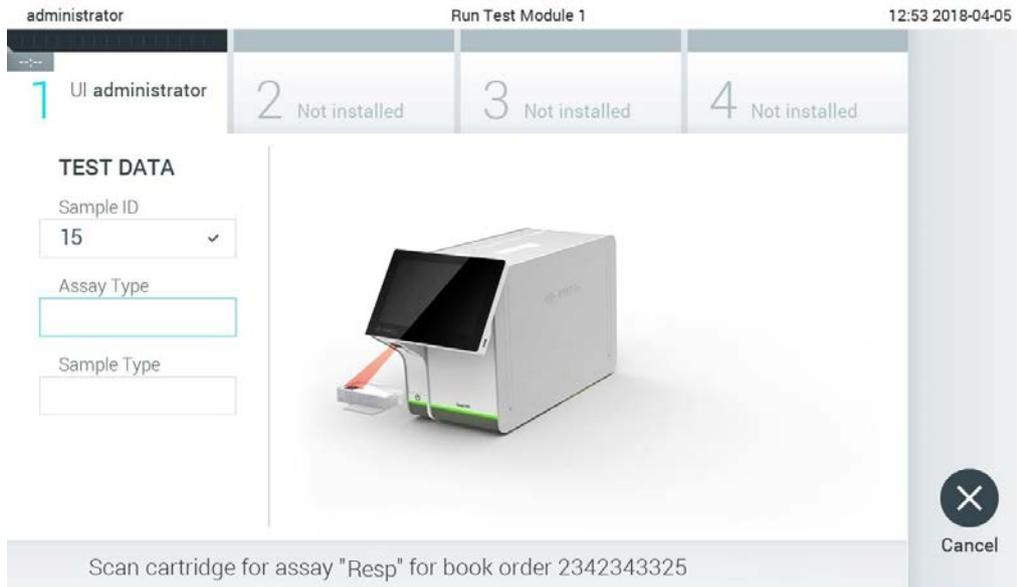

Figura 77. Scansione del codice a barre della cartuccia d'esame QIAstat-Dx.
- Quando la richiesta del test è stata ricevuta con successo dall'host, compare il testo "Scan cartridge for assay <assay_name> and book order <order_number>" (Scansione cartuccia per l'esame <nome_esame> e richiesta prenotazione <numero_richiesta>). Eseguire la scansione del codice a barre della cartuccia per esami QIAstat-Dx (Figura 77).